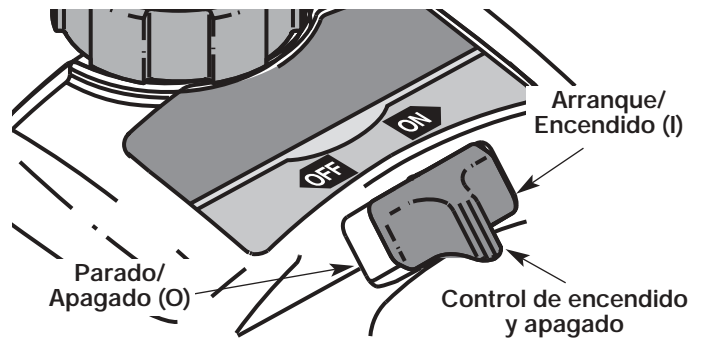
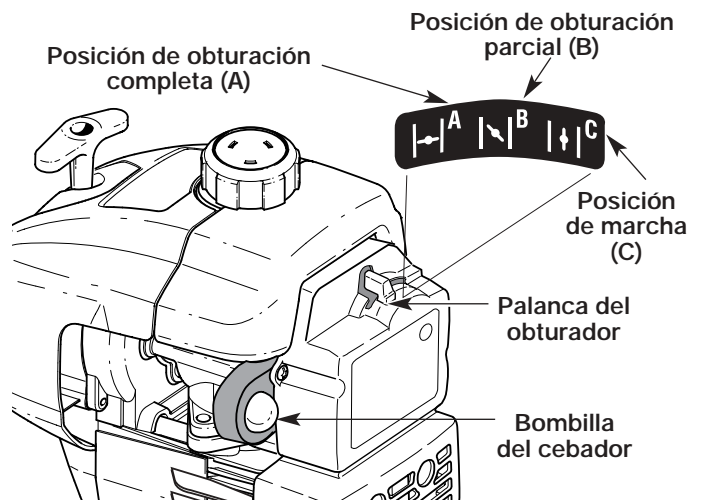

Figure 6
Figure 7
2. Coloque el control de encendido y apagado en posición de **ENCENDIDO (I)** (Fig. 6).
3. Oprima y suelte por completo la bombilla del cebador lentamente de 10 veces. El combustible debe estar visible en la bombilla (Fig. 7). Si el combustible no está visible, oprima tres (3) veces más o hasta que lo vea.
4. Coloque la palanca del obturador en posición de obturación **COMPLETA (A |—|)** (Fig. 7).
6. Coloque la palanca del obturador en posición de obturación **PARCIAL (B |~|)** (Fig. 7).
NOTA: Si el motor se inunda al intentar arrancar la unidad, coloque la palanca del obturador en la posición de **MARCHA (C |↑|)** (Fig. 7). Oprima el control del regulador. Tire de la cuerda de arranque rápidamente. El motor debe arrancar luego de tres (3) a ocho (8) tirones.
9. Oprima el control del regulador para calentar el motor de 5 a 10 segundos. Coloque la palanca del obturador en posición de **MARCHA (C |↑|)** (Fig. 7).
NOTA: No es necesario usar el obturador cuando arranque un motor que ya está caliente. Coloque el control de encendido y apagado en posición de **ENCENDIDO (I)** (Fig. 6) y arranque en posición de obturación **PARCIAL (B |~|)** (Fig. 7). Cuando arranque, ponga el obturador en la posición **MARCHA (RUN) (C |↑|)** (Fig. 7).
2. Coloque el control de encendido y apagado en posición de **APAGADO (O)** (Fig. 6).